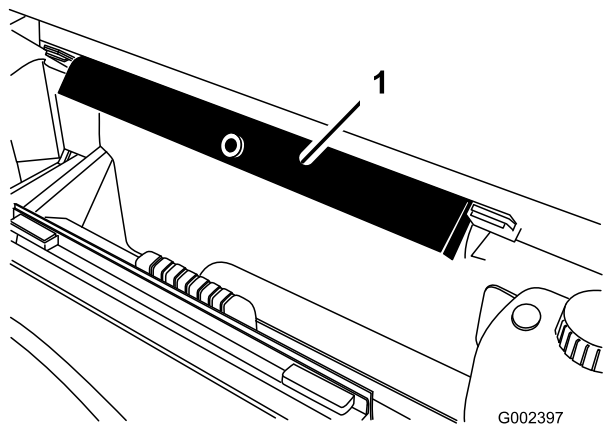

Figura 1
- Retire o suporte da plataforma dos suportes existentes na parte de trás do painel do sistema ROPS (Figura 1).